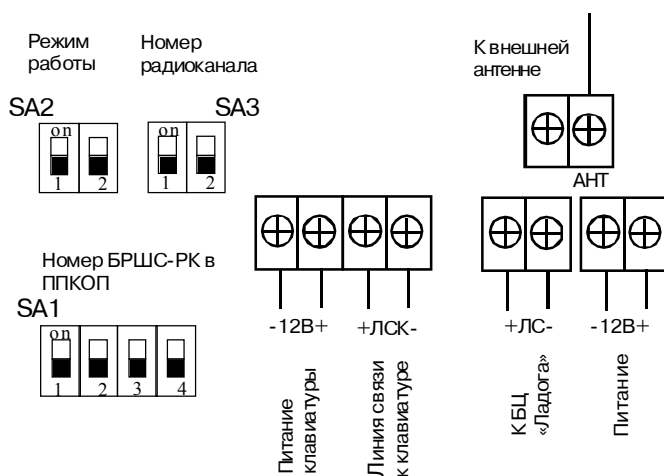

Рис. 29 Схема подключения БРШС-РК
- выполните необходимые подключения согласно рис.29;
Подключение БРШС-РК производится согласно рис.29. Подача питание БРШС-РК осуществляется от блока центрального «Ладога БЦ» или от отдельного источника питания 12 В.
- подключите клавиатуру «Ладога КВ-М» к БРШС-РК к клеммам питания клавиатуры «-12В», «+12В» и линии связи с клавиатурой «+ЛСК», «-ЛСК» согласно рис. 29
- подключите БРШС-РК к ЛС блока центрального «Ладога БЦ», используя клеммы «+ЛС», «-ЛС», согласно рис. 29